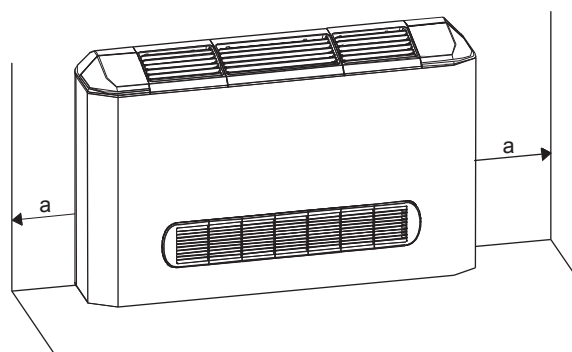

Рис. 4-1
4.1 Блоки могут устанавливаться в вертикальном положении при условии наличия достаточного пространства для размещения и обслуживания (см. рис. 4-1 ~ 4-5).